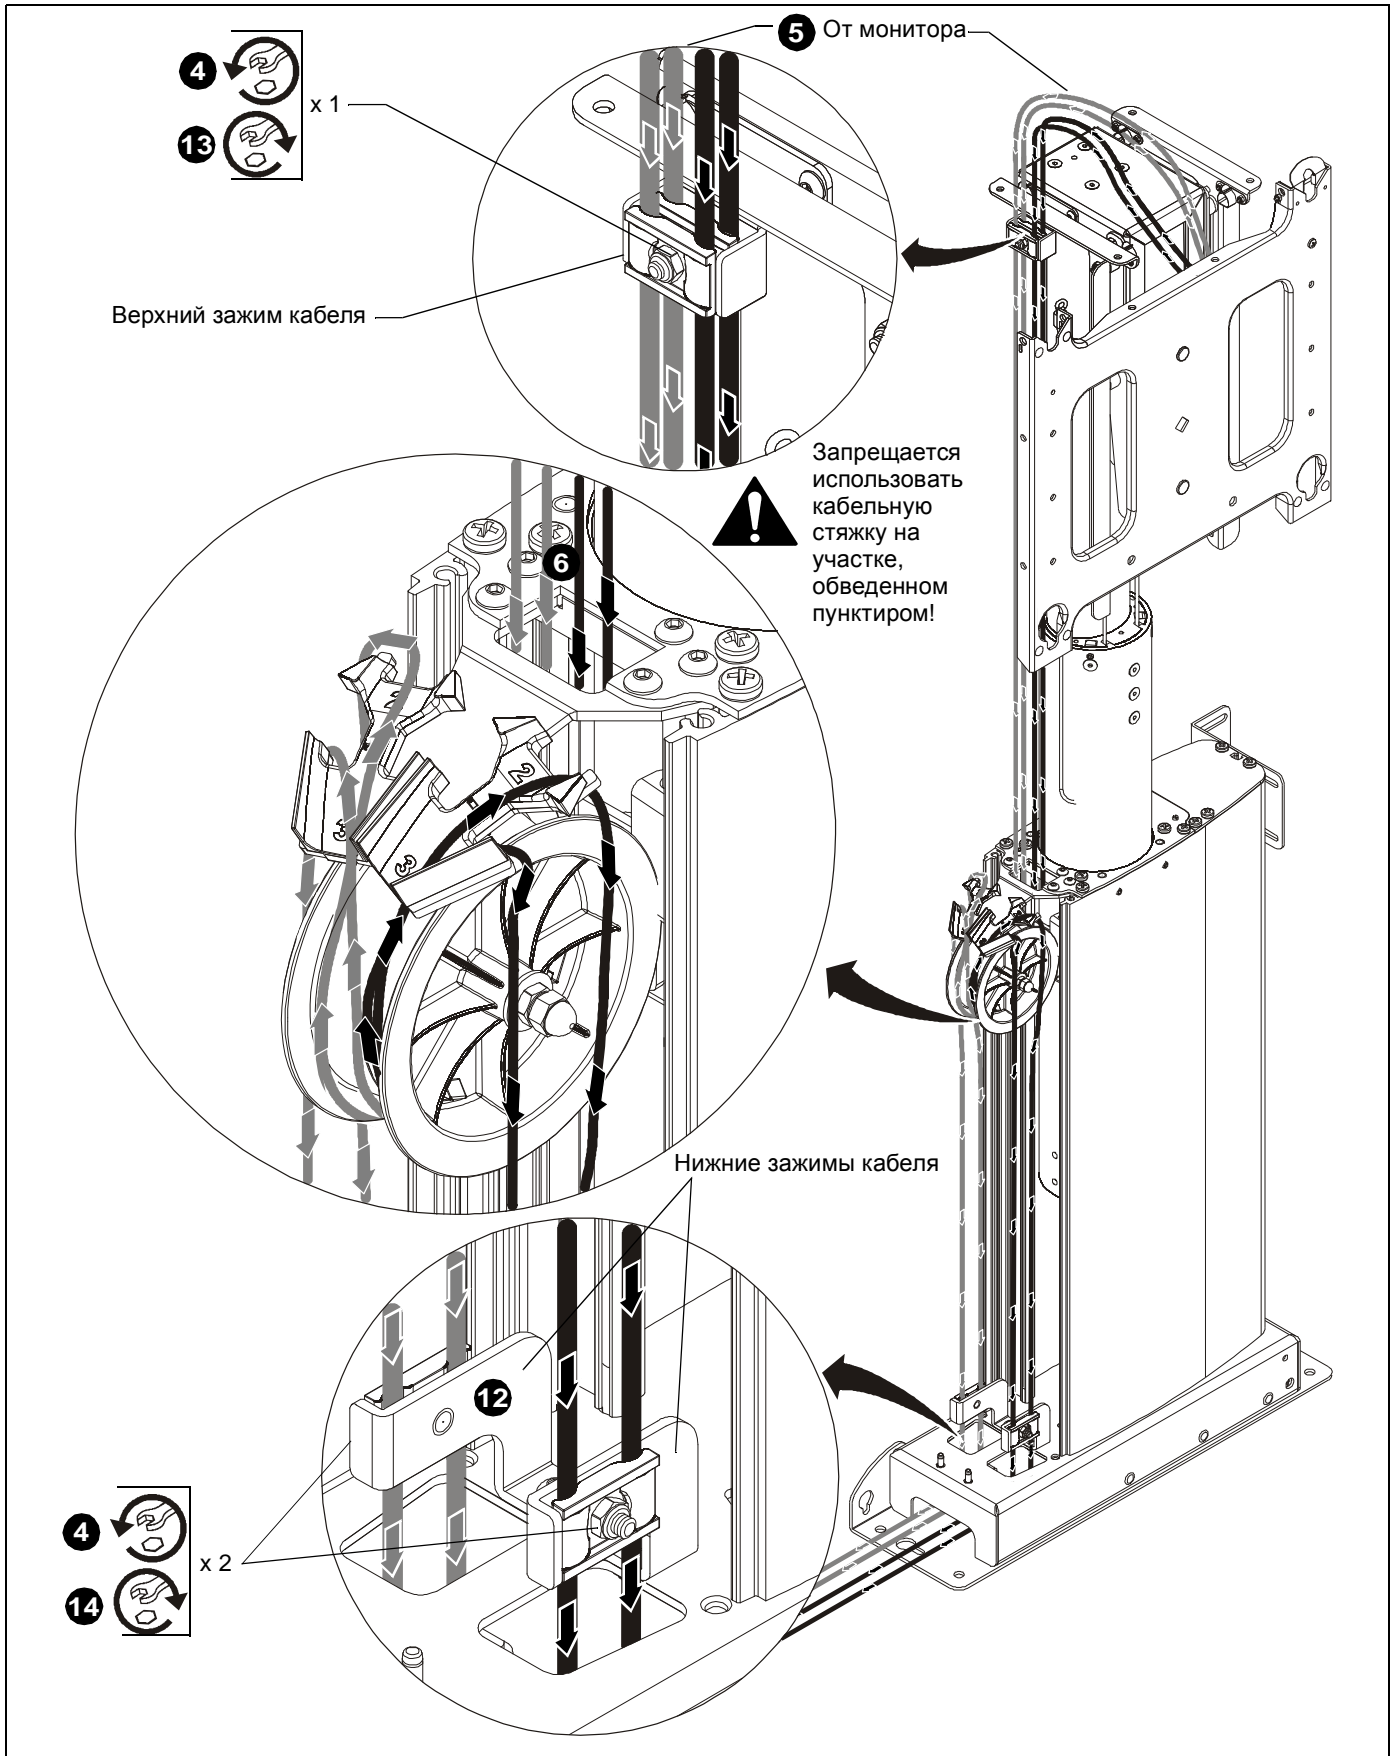
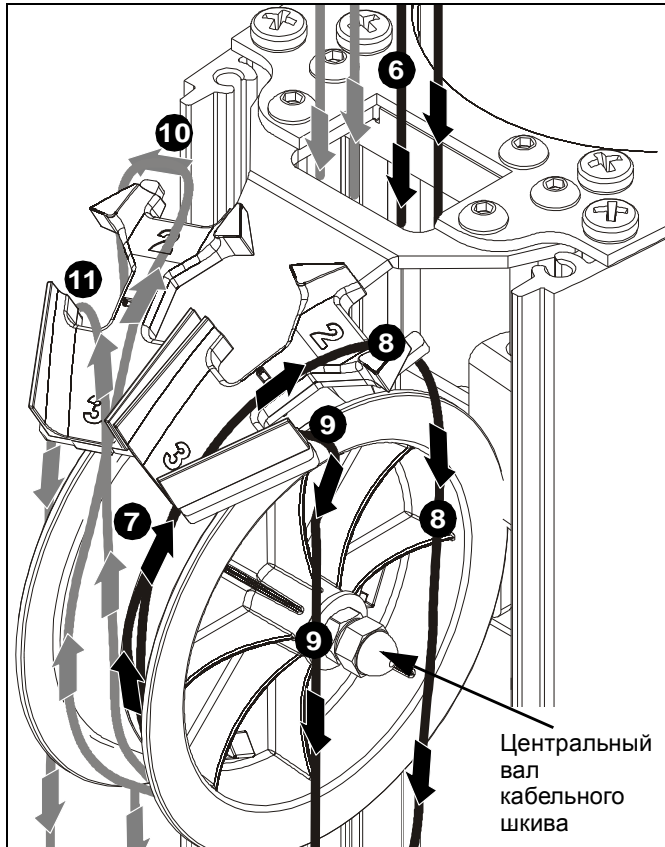

рис. 10
рис. 11
4. Ослабьте три зажима кабеля. (см. рис. 10)
5. Проложите кабель вниз через верхний зажим кабеля. (см. рис. 10) и (см. рис. 11)
6. Проложите кабель вниз через отверстие за кабельный шкив. (см. рис. 10) и (см. рис. 11)
- Убедитесь, что кабели на задней части CM2 (серые) находятся на задней части кабельного шкива. (см. рис. 10) и (см. рис. 11)
- Убедитесь, что кабели на передней части CM2 (черные) находятся на передней части кабельного шкива. (см. рис. 10) и (см. рис. 11)
7. Проложите кабели под кабельным шкивом и заведите их вверх над **верхней частью** кабельного шкива. (см. рис. 10) и (см. рис. 11)
8. Проложите один кабель от передних (черных) зажимов кабеля через отверстие для кабеля № 2 и опустите прямо вниз рядом с центральным валом кабельного шкива. (см. рис. 10) и (см. рис. 11)
9. Проложите один кабель от передних (черных) зажимов кабеля через отверстие для кабеля № 3 и опустите прямо вниз с другой стороны центрального вала кабельного шкива. (см. рис. 10) и (см. рис. 11)
10. Проложите один кабель от задних (серых) зажимов кабеля через отверстие для кабеля № 2 и опустите прямо вниз рядом с центральным валом кабельного шкива. (см. рис. 10) и (см. рис. 11)
11. Проложите один кабель от задних (серых) зажимов кабеля через отверстие для кабеля № 3 и опустите прямо вниз с другой стороны центрального вала кабельного шкива. (см. рис. 10) и (см. рис. 11)
**ВАЖНО!** Убедитесь, что кабели не согнуты и не перекручены! Кабели с передних (черных) верхних зажимов (см. рис. 10) должны быть спереди кабельного шкива (см. рис. 11) и спереди нижнего зажима кабеля (см. рис. 10). Кабели с задних (серых) верхних зажимов (см. рис. 10) должны быть сзади кабельного шкива (см. рис. 11) и сзади нижнего зажима кабеля (см. рис. 10).
12. Продолжайте прокладку кабелей вниз через нижние кабельные зажимы. (см. рис. 10)
14. Начиная от верхнего кабельного зажима и перемещаясь вниз, удалите все провисания кабелей и затяните нижние зажимы кабелей. (см. рис. 10)